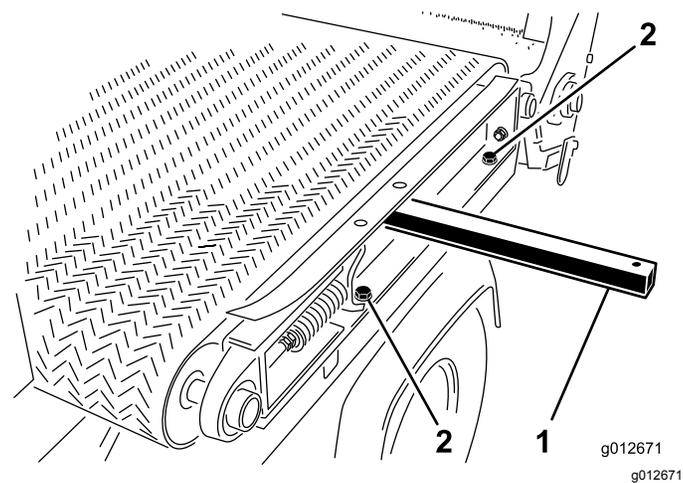

図 29
5. 装置左側で、スライダフレームレールを左側フェンダに固定しているキャップスクリュ2本とワッシャ2枚をゆるめる 図 29。
1. 左側スライダフレームレールの穴に吊り上げ棒角パイプなどを指し込んで、フレームレールを少しだけ持ち上げる 図 29 スライダベッドを分解する (ページ 23) を参照。